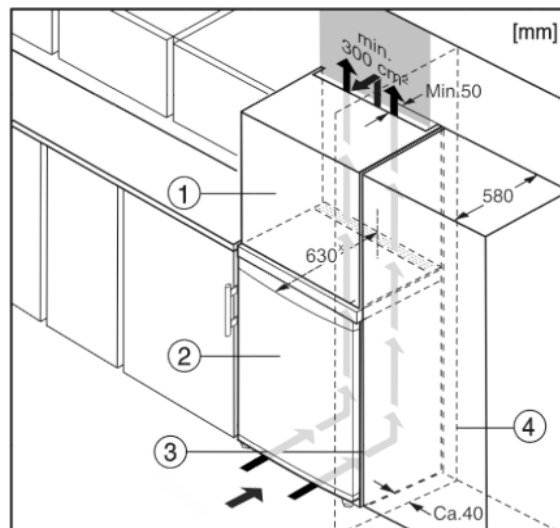

Fig. 6
- (1) Nastavná skříňka
- (2) Příklad
- (3) Kuchyňská skříň
- (4) Stěna
Spotřebič lze zabudovat do kuchyňských skříní. K vyrovnání spotřebiče Fig. 6 (2) na výšku kuchyňské linky lze na přístroj nasadit nástavec Fig. 6 (1).*
Při montáži do kuchyňských skříní (hloubka max. 580 mm) lze přístroj instalovat hned vedle kuchyňské skříně Fig. 6 (3). Příklad přesahuje přední stěnu kuchyňské skříně na stranách o 34 mm* a uprostřed o 50 mm*.*
Když se přístroj instaluje závěsy vedle stěny Fig. 6 (4), musí být vzdálenost přístroje od stěny alespoň 40 mm. To odpovídá přesahu madla při otevřených dveřích.